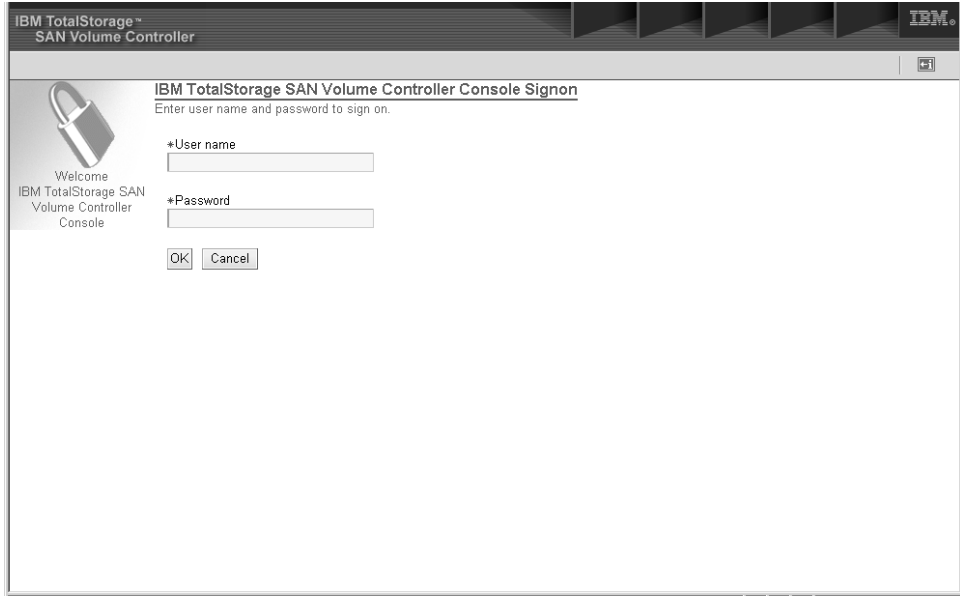

图 19. SAN Volume Controller Console Signon 面板
1. 使用客户提供的用户名和密码登录到主控制台。然后双击 SAN Volume Controller Console 图标，将显示下面的 SAN Volume Controller Console Sign on 面板。请参阅第 4 页的图 19。